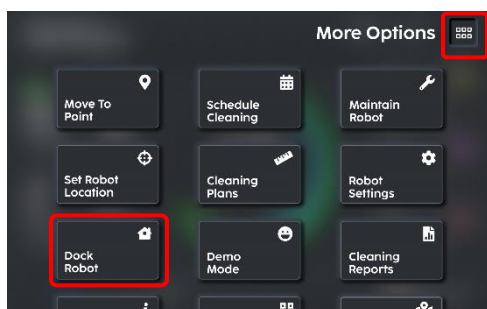

Fig. 1
2. Sélectionnez « Dock Robot (Robot sur Station d'accueil) » (Fig 1).